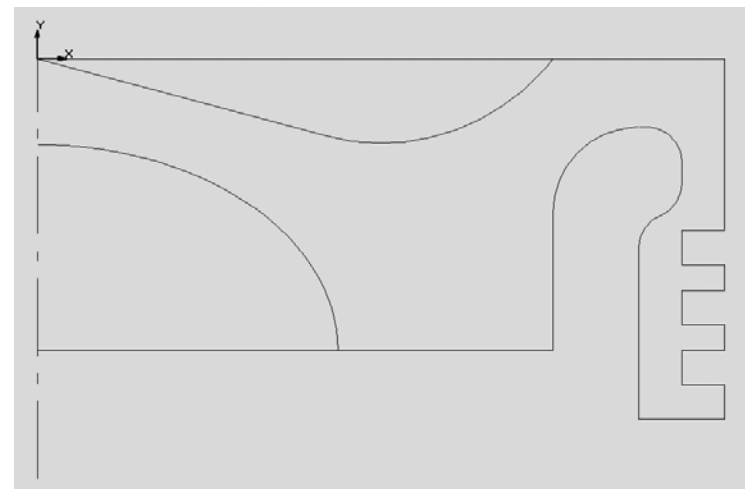

Рис. 4.47
6. В строке меню нажмите **Удалить > Часть кривой** и удалите лишние линии (рис. 4.47).